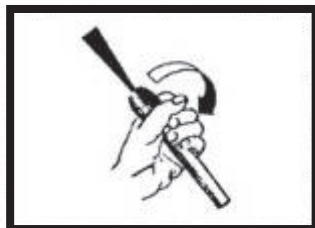
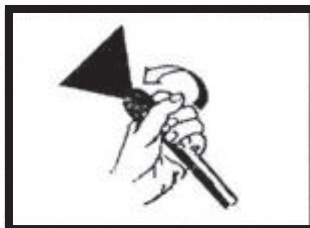

Рис. 1
Рис. 2
- РЕГУЛИРУЕМОЕ РАСПЫЛЯЮЩЕЕ СОПЛО: Вода может распыляться из сопла либо линейно (рис. 1), либо веерообразно (рис. 2). Сначала включите аппарат, а затем отрегулируйте сопло.